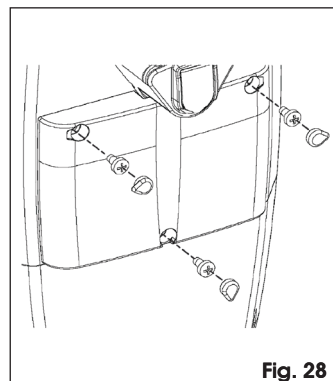

Fig. 28
- Una vez terminada la programación de la central, y después de haber comprobado que el automatismo funciona correctamente, cierre el hueco central con los tres tornillos suministrados en dotación y coloque los correspondientes tapones como se indica en la Fig. 28.